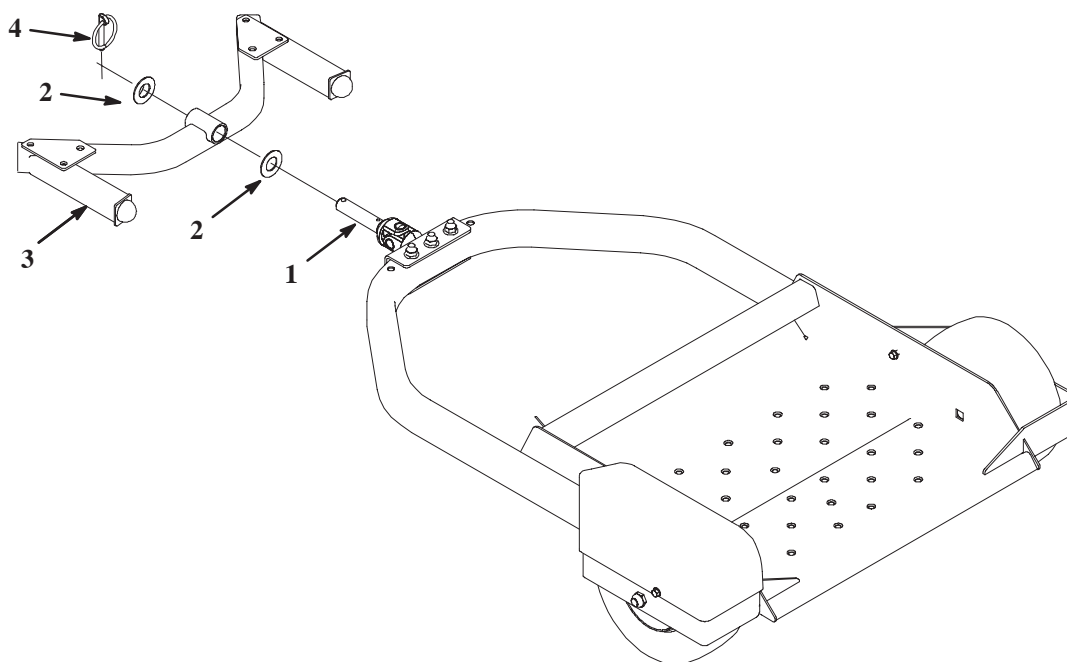

Figure 5
2. Insérez une rondelle de 0,813 x 1,563 sur l'arbre de pivot (Fig. 5).
3. Insérez l'arbre de pivot dans l'attelage du sulky et fixez-le en place avec une rondelle de 0,813 x 1,563 et une goupille à anneau (Fig. 5).